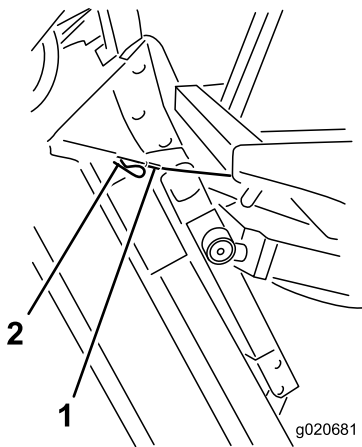

Bild 82
6. Halten Sie das Mähwerk dann in der aufrechten Stellung, bringen das Kabelende über dem Stift am Mähwerkhubarm an und befestigen es mit einem Splint (**Bild 82**).